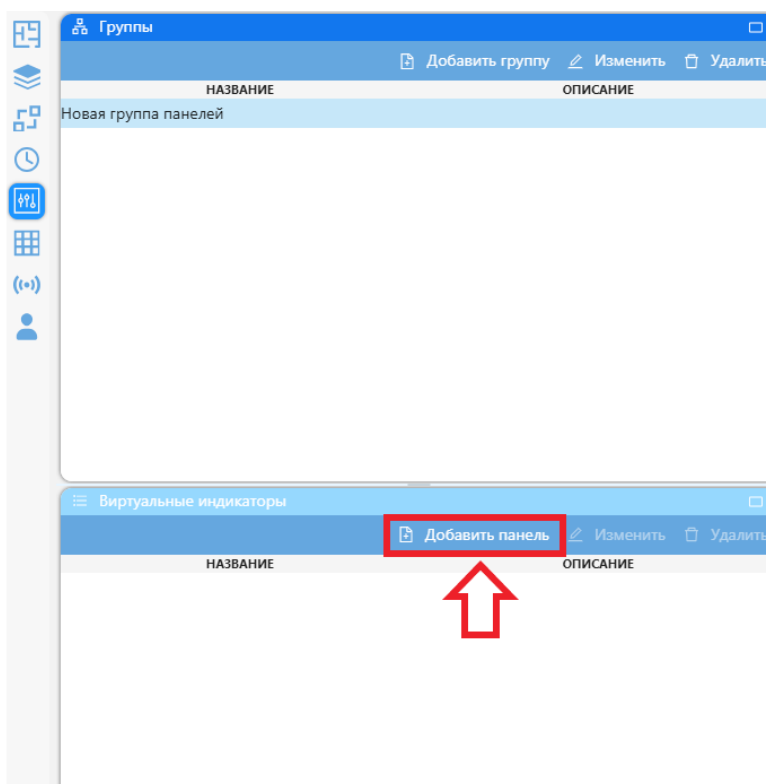

Рисунок 7.140 – Кнопка добавления группы индикаторов
- б) нажать кнопку «**Добавить панель**» в меню панелей индикаторов в соответствии с рисунком Рисунок 7.140;